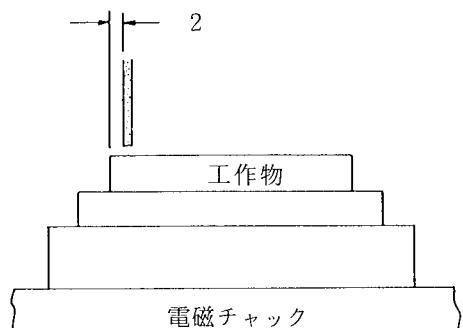
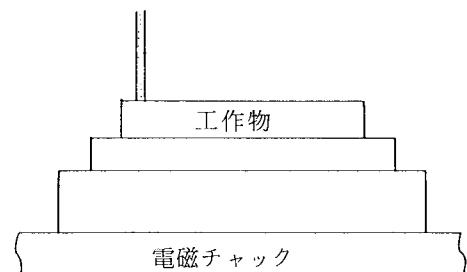

図3-15
図3-16
(1) 砥石と工作物の位置合せ
① 前後方向の基準合せ(図3-15)
② サドルをクランプする。
③ 砥石と工作物上面の基準合せ。
- テーブル左右送りハンドルで、工作物を砥石の右側に移動し、工作物と砥石を離す。(図3-16)
④ テーブルストローク長さを決め、反転ドッグを設定する。
(2) 通電研削による切断加工
① 一般的な切断加工として、以下に示す条件を目安とする。